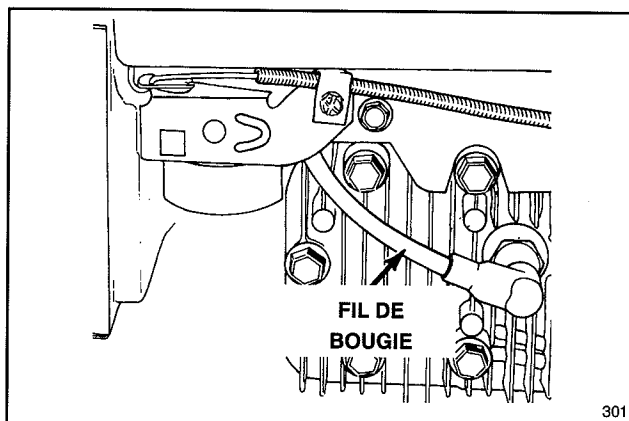

Figure 12
2. Branchez le fil sur la bougie d'allumage (Fig. 12).
1. Arrêter le moteur et débrancher le fil de bougie (Fig. 12).
1. Arrêter le moteur et le laisser refroidir. Débrancher le fil de la bougie (Fig. 12).